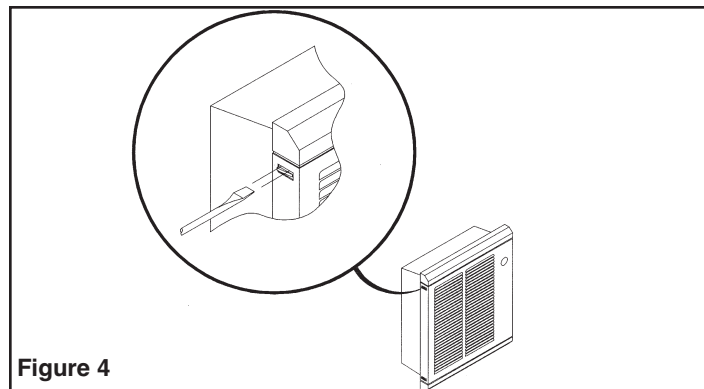

Figure 4
- Enlevez le couvercle avant en détachant les languettes en plastique à pression à l'aide d'un tournevis à lame plate tel qu'indiqué dans la figure 4. Détachez les deux languettes d'un côté du couvercle et faites-le pivoter pour le retirer du calorifère.